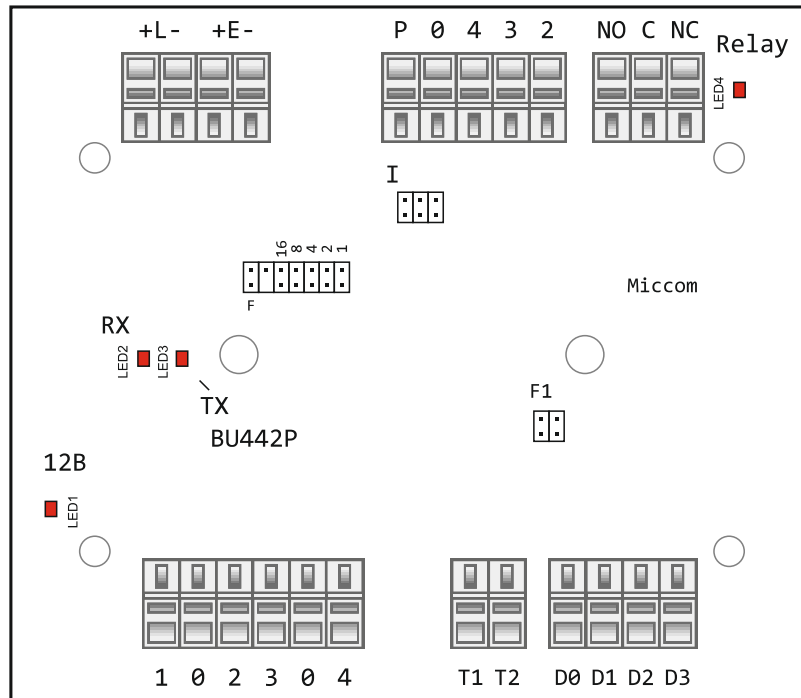

Рис. 3.1.
3.1. Расположение выводов **БУ442** и **БУ442W** представлено на рис.3.1.
- пускать по электронному ключу - установлена перемычка 1 (первая слева на рис.3.1. перемычка);
- пускать по нажатию кнопки - установлена перемычка 2 (вторая слева на рис.3.1. перемычка).
3.2. Для открывания замков с импульсным управлением предусмотрен специальный режим работы реле. По умолчанию, перемычка 3 (третья слева в блоке I на рис.3.1.) снята, реле включено постоянно при подаче команды на выход 1 БУ. При установленной перемычке 3 реле срабатывает на 0,5с при подаче команды управления на выход 1 БУ.